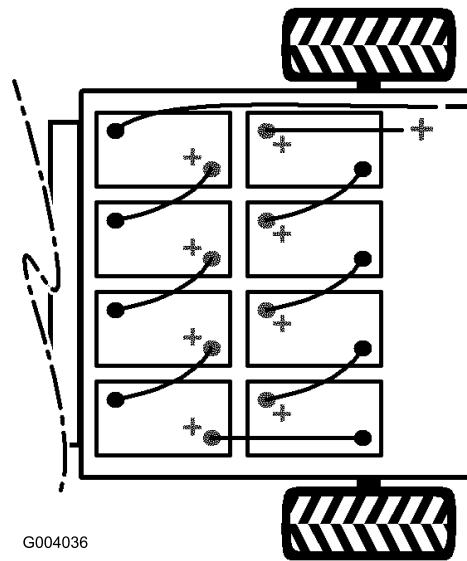

Bild 38
2. Schließen Sie das lange, schwarze, negative Hauptkabel zwischen dem Batterieverteiler und dem Fahrzeug von der Batterie ab (Bild 38).
3. Schließen Sie das lange, rote, positive Hauptkabel zwischen dem Batterieverteiler und dem Fahrzeug von der Batterie ab (Bild 38).
- Hinweis:** Achten Sie auf die Batteriepolarität, wenn Sie neue Batterien einsetzen (Bild 38).
9. Verbinden Sie die Batterien mit den vorher abgenommenen Batteriekabeln, siehe Bild 38.
10. Schließen Sie das lange, rote, positive Kabel zwischen dem Batterieverteiler und dem Fahrzeug an (Bild 38).
11. Schließen Sie das lange, schwarz, negative Hauptkabel zwischen dem Batterieverteiler und dem Fahrzeug an (Bild 38).